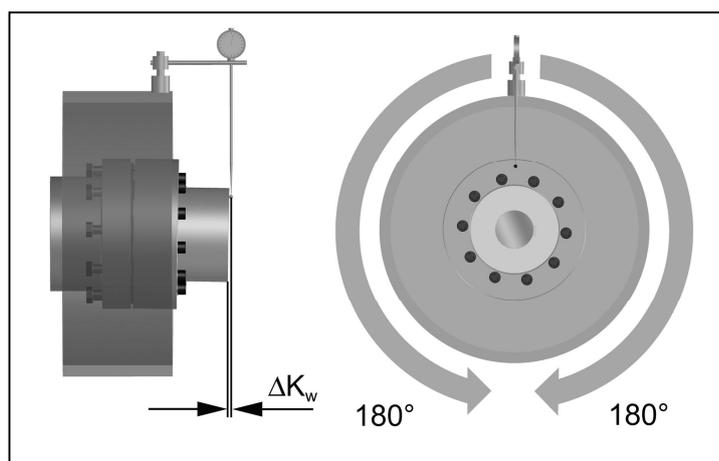

Bild 6
- Vermessen Sie stirnseitig eine ganze Umdrehung (360°) am äußeren Durchmesser. Ermitteln Sie dabei die größte Abweichung  $\Delta K_{w1}$  sowie die kleinste Abweichung  $\Delta K_{w2}$  (Bild 6).